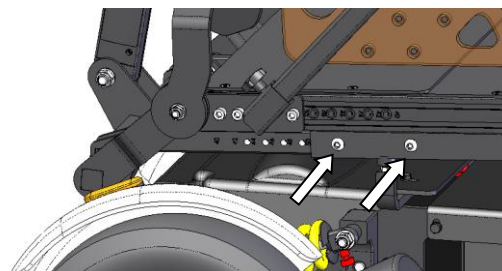

Figure 9 : réglage profondeur bras inf. d'assise
- Ôtez les deux vis de la barre inférieure d'assise (voir figure 9) des deux côtés du fauteuil